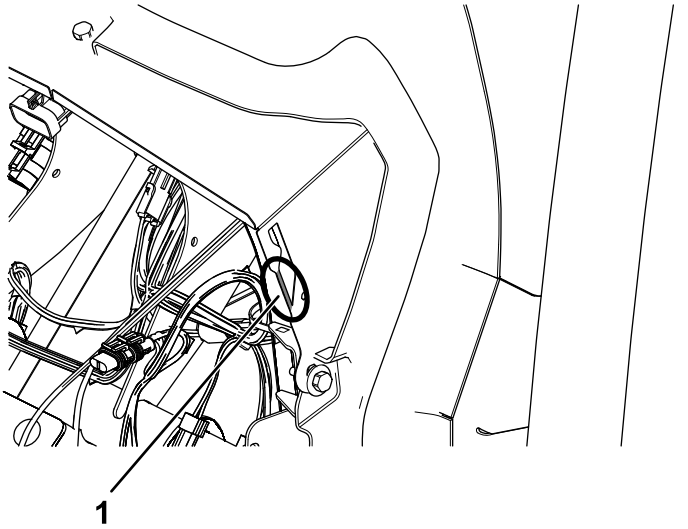

Bild 41
3. Entfernen Sie die Versandlasche mit einer Dosenschnippmaschine von jeder Seite der Wasserrinne (Bild 41).